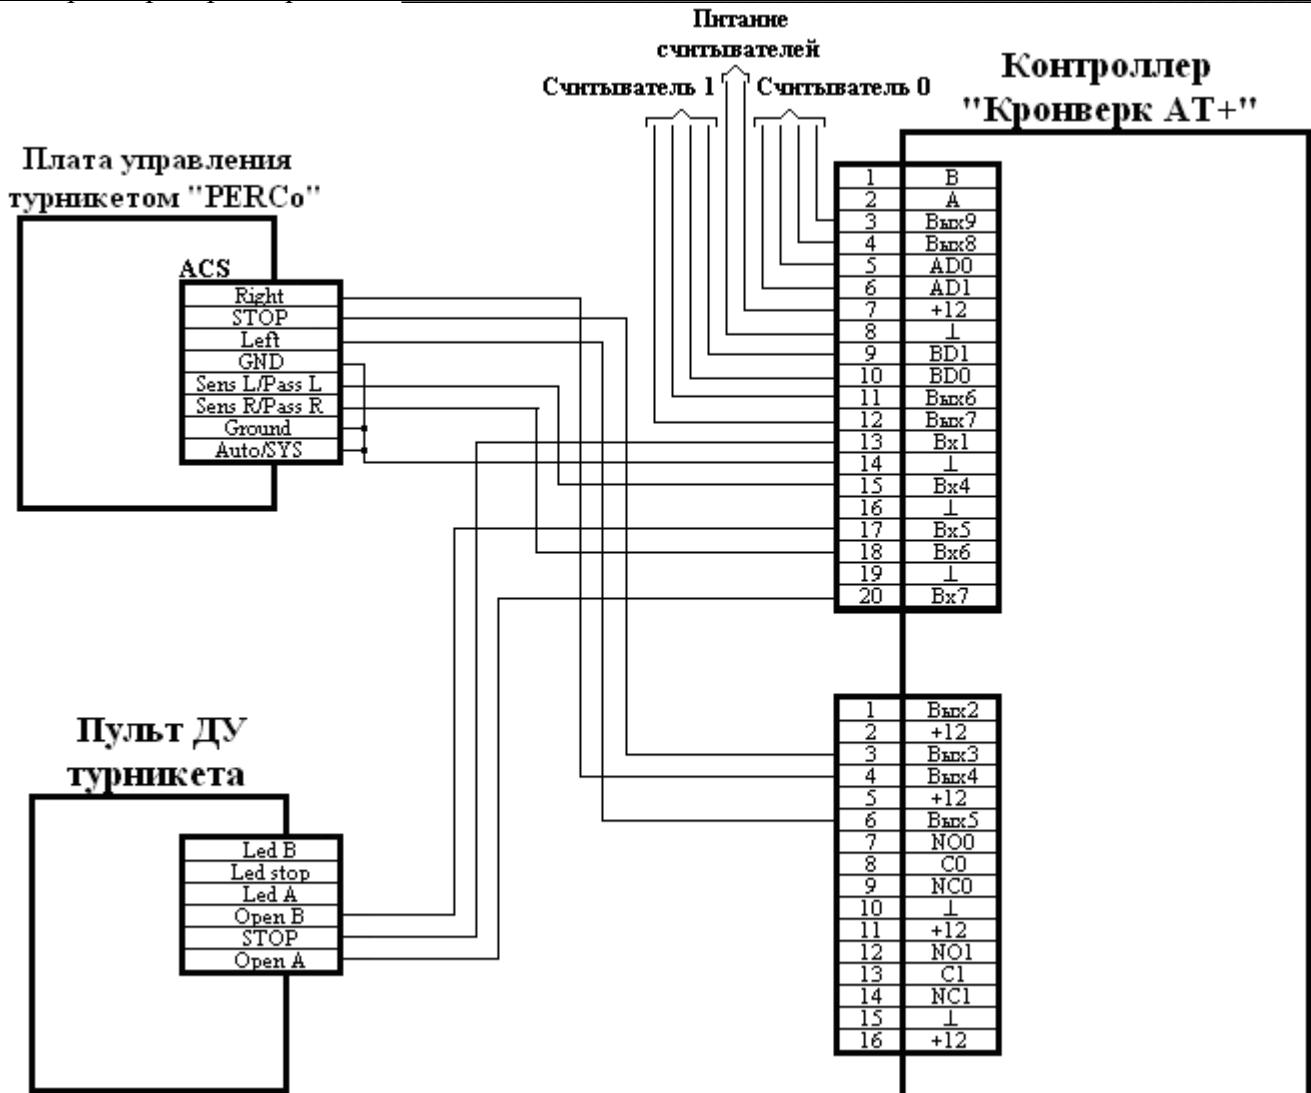

Рисунок 8.13: Подключение турникета фирмы «PERCo» к контроллеру «Кронверк АТ+».
- Данная схема подключения, рисунок 8.13, требует для турникета установки режима работы 2 (см. «Руководство по эксплуатации» на турникеты, страница 10).